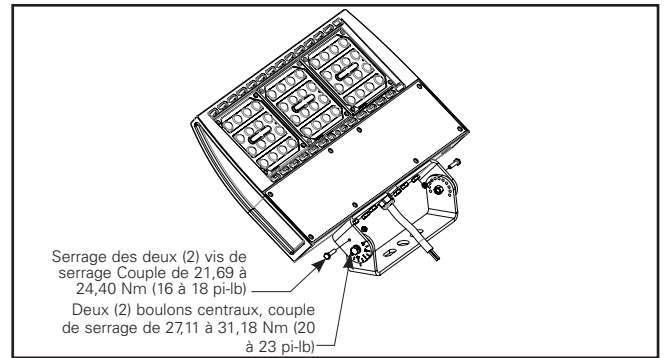

Figure 2.
- 1a. Pour les luminaires carrés comportant un élément d'éclairage, utilisez deux (2) boulons à bride de 0,96 cm (3/8 po-16) (assez longs pour traverser le bras du tourillon et la structure de montage). Utilisez des écrous pour fixer les boulons, le cas échéant. Serrez à un couple de 40,67 Nm (30 pi-lb).
- 1b. Pour les luminaires carrés comportant deux à six éléments d'éclairage, utilisez deux (2) boulons à bride de 1,27 cm (1/2 po – 13) (assez longs pour traverser le bras du tourillon et la structure de montage). Utilisez des écrous pour fixer les boulons, le cas échéant. Serrez à un couple de 54,23 Nm (40 pi-lb).
2. Retirez les deux (2) vis de serrage et les deux (2) écrous. Conservez la quincaillerie (figure 2).
3. Dévissez les deux (2) boulons centraux sans les retirer (figure 2).
5. Serrez les vis de serrage et l'écrou à un couple de 21,69 à 24,40 Nm (16 à 18 pi-lb) (figure 2).
6. Serrez le boulon à un couple de 27,11 à 31,18 Nm (20 à 23 pi-lb) (figure 2).